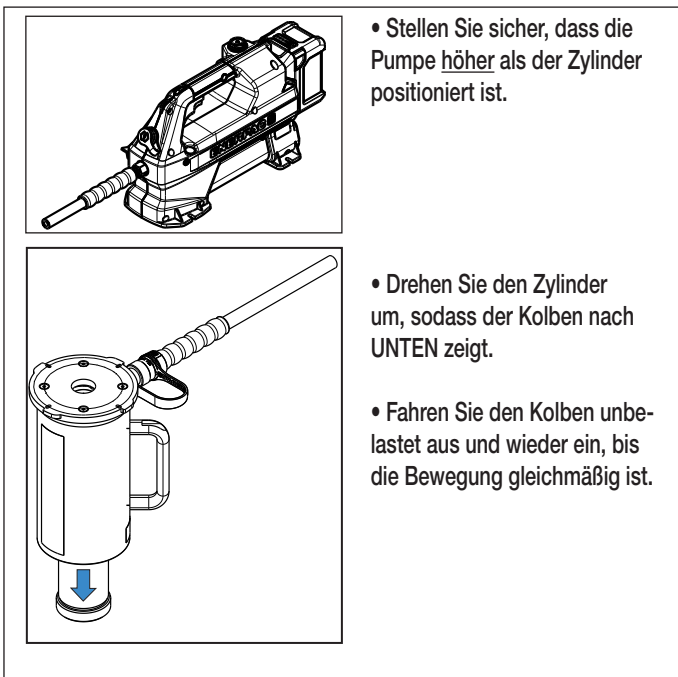

Abbildung 5: Entlüften
2. Starten Sie die Pumpe, und lassen Sie den Zylinder mehrmals vollständig aus- und einfahren. Dabei muss der Kolben des Zylinders nach UNTEN zeigen und die Pumpe höher als der Zylinder oder Werkzeug positioniert sein. Siehe Abbildung 5.